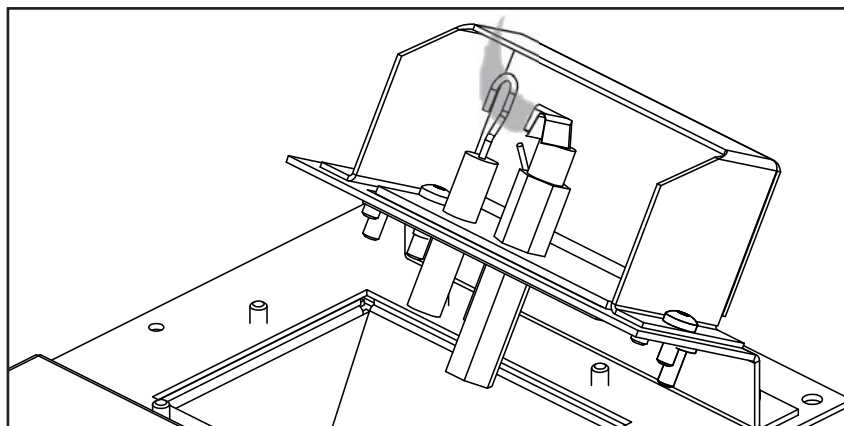

Figure 25: Couverture du capteur du flamme
12. Rallumer le pilote et confirmer la flamme correctement la sonde de flamme (couvertres voir la Figure 25). Si le projet pilote nécessitent un réglage, tourner la vis de réglage dans le sens horaire pour diminuer ou vers la gauche pour l'augmenter jusqu'à ce que la flamme correct est atteint.